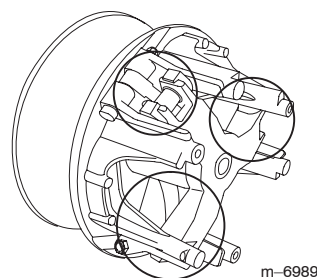

Bild 39
5. Schmieren Sie die beweglichen Teile in den Bereichen, die in Bild 39 eingekreist sind, mit Toro Dry Lubricant Spray ein. Sie erhalten den Spray von Ihrem Toro Vertragshändler oder Distributor.